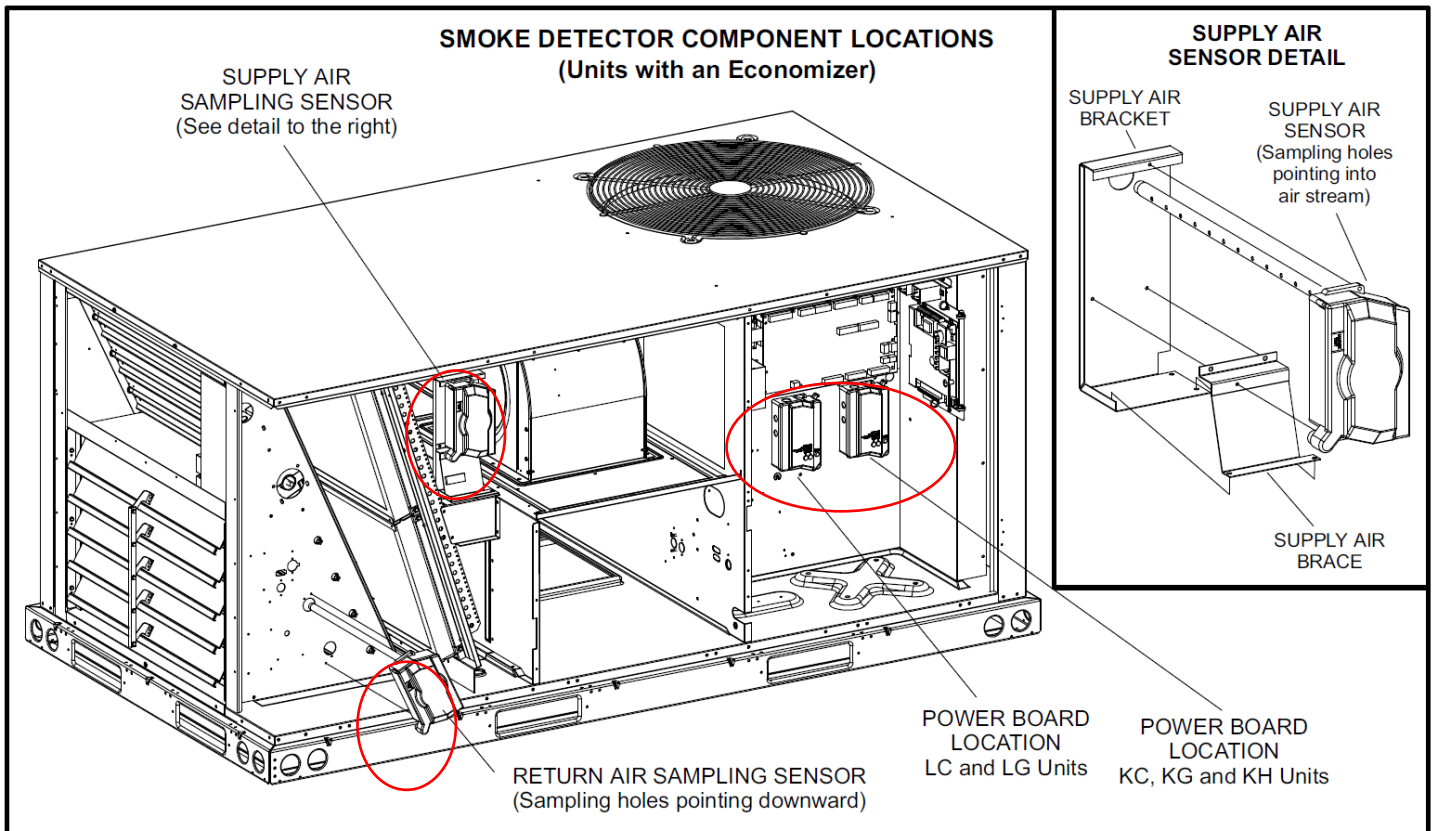

Figure 1. Emplacement des composantes de détection de fumée
- a. Se référer au manuel d'installation des détecteurs de fumée D4P120 & D4S – 506218 ou à la Figure 1 ci-dessous pour l'emplacement approximatif des composantes.